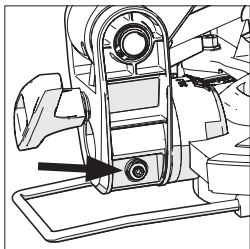

Fig. 11
- Folosiți cheia imbus pentru a regla șurubul de reglare către stânga sau dreapta, după cum e necesar (**Fig. 11**).